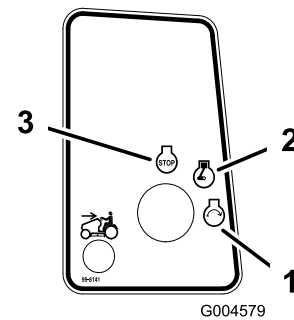

Bild 12
6. Drehen Sie den Zündschlüssel nach rechts und halten ihn auf Start (Bild 12). Lassen Sie den Schlüssel los, wenn der Motor anspringt.
2. Drehen Sie den Zündschlüssel auf „Aus“ (Bild 12).